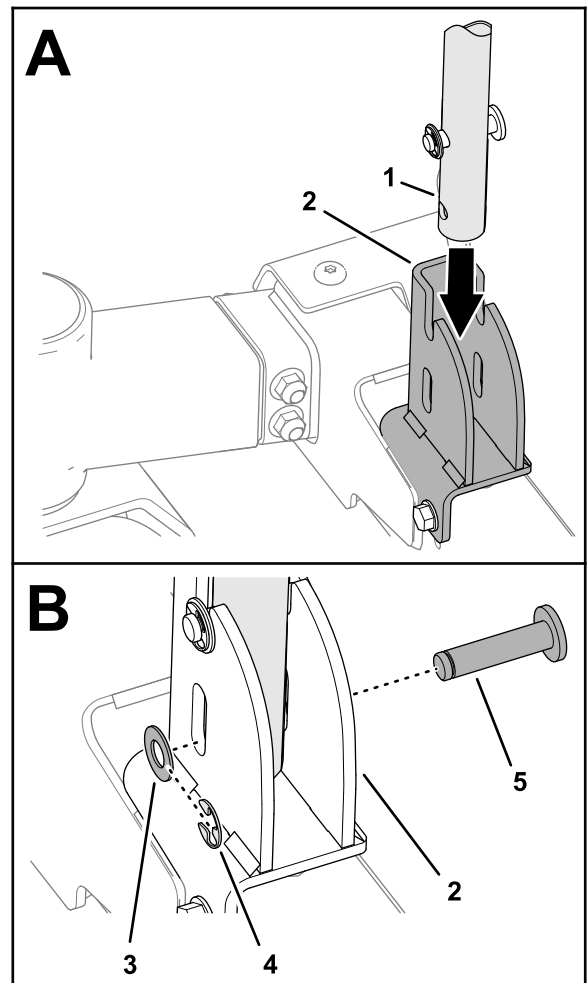

図 11
2. アシストハンドルの穴とブラケットの長穴に、溝付きピンを通す 図 11。
3. ピンをブラケットとハンドルに固定するワッシャ6 x 19 mm (3/8 x 3/4")とリテーナリングを使用する 図 11。
1. 図 11に示すように、アシストハンドルの下側の穴を、アシストハンドルブラケットの長穴に合わせる。